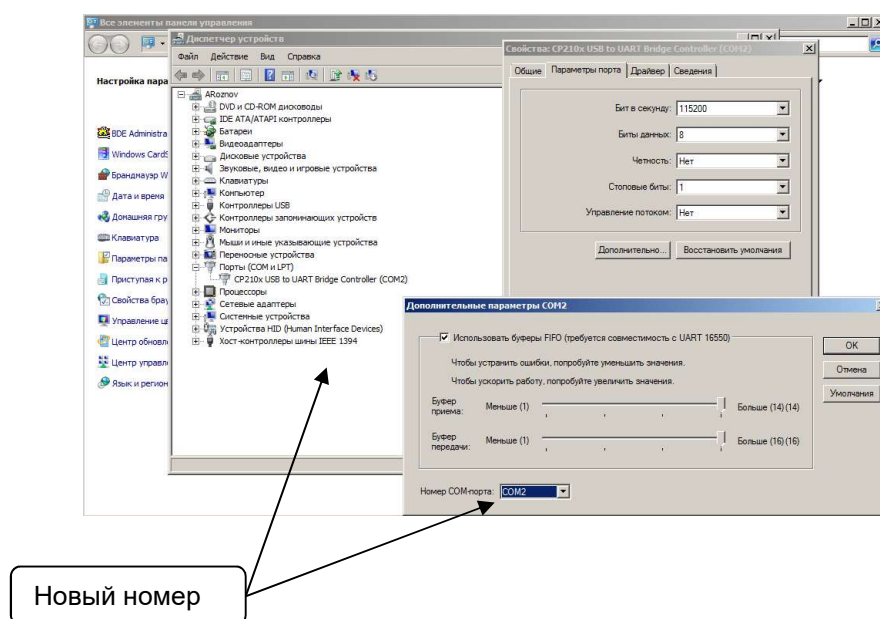

Рисунок 3
4.1.3.В разделе «Подключение» из списка «СОМ-порт» выберите номер порта, к которому подключен преобразователь интерфейса. Если в списке отсутствует необходимый номер, это означает, что драйвер преобразователя интерфейса не установлен, либо преобразователю интерфейса был автоматически присвоен номер СОМ-порта больше 16. В этом случае необходимо закрыть программу, принудительно присвоить преобразователю интерфейса номер СОМ-порта в диапазоне 1-16 (выполняется в «диспетчере устройств» на ПК рис. 3), заново запустить программу.